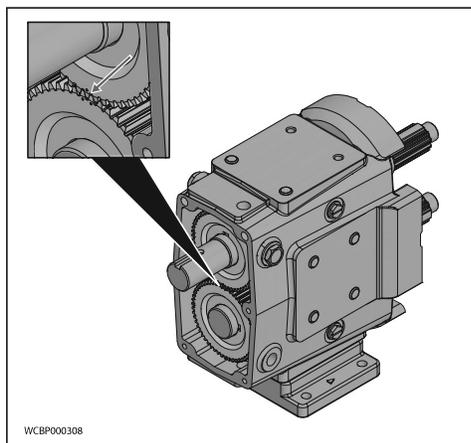

Ilustración 91 - Marcas de engranajes de distribución
3. Deslice el engranaje corto para el eje en el eje corto. El engranaje corto para el eje tiene dos punzones para marcar en el engranaje. Cruce el punzón único para marcar en el engranaje impulsor con los dos punzones para marcar en el engranaje corto para el eje (Ilustración 91).